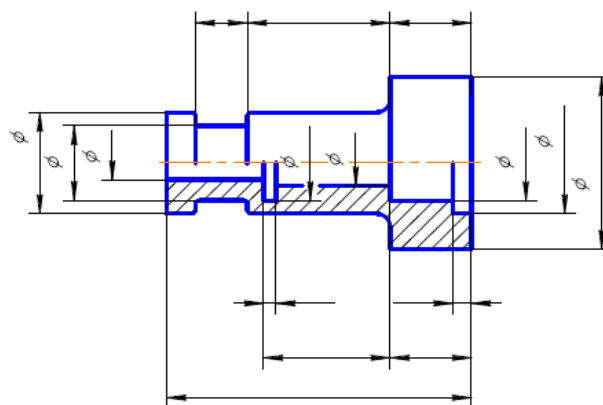

Рис. 12.
24. Размерные линии предпочтительно наносить вне контура изображения, располагая по возможности внутренние и наружные размеры по разные стороны изображения (рис. 12). Однако размеры можно нанести внутри контура изображения, если ясность чертежа от этого не пострадает.
В ряде случаев, пользуясь этим знаком, можно избежать лишних изображений. Так, применение знака \varnothing позволило для детали на рис. 12 ограничиться одним изображением.